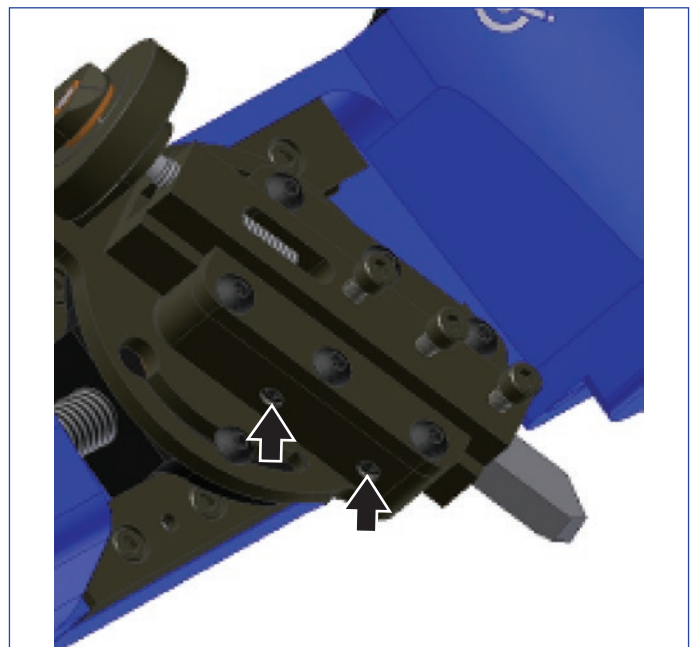

図 8
6. 刃物固定ブロックに緩みがある場合は、緩みをなくすよう刃物固定ブロックのセットスクリューを調節してください(図8参照)。深さ調整ネジをやや締めるか緩めるかして、深さ調整ネジが自由に回転し、回すのが難しくない程度に調節します。
プラスチックのセットスクリューを調節します(図8参照)。